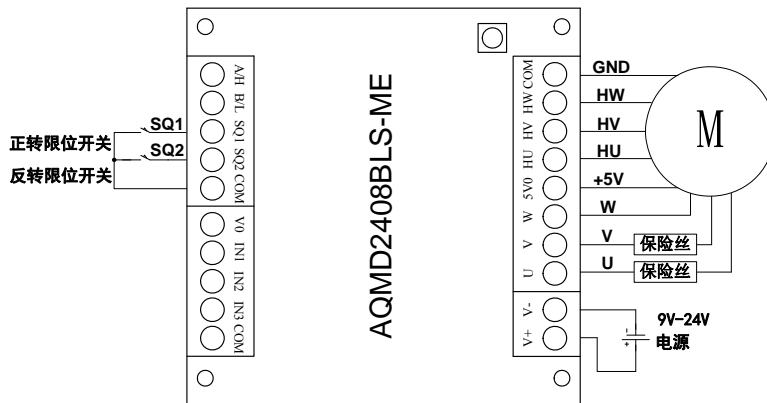

图 3.2 电源及电机接线图
- 2) 将电源的正负极分别接到驱动器电源接口的V+和V-，如图 3.2 所示（注意：电源的电压应与电机的额定电压一致，且能够提供的电流大于电机的额定电流）。